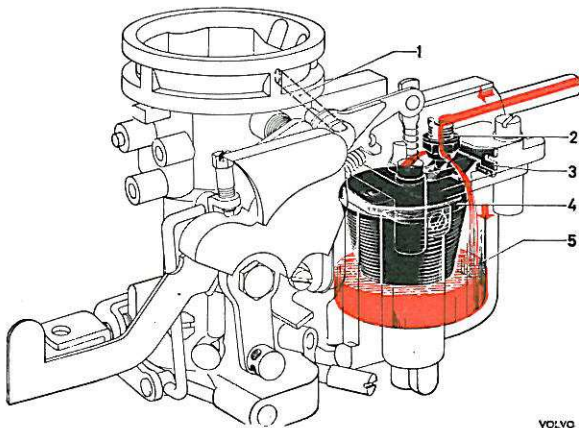

Figure 64. Système de flotteur
Le flotteur sert à maintenir l'essence dans la cuve à un niveau déterminé. Lorsque l'essence atteint ce niveau, le flotteur (4, figure 64) se déplace vers le haut, et le pointeau (2), mû par le levier du flotteur, bouche l'orifice d'entrée et coupe toute alimentation en essence. Lorsque le niveau d'essence descend, le pointeau descend également et laisse l'essence pénétrer dans la cuve suivant le processus inverse. La cuve à niveau constant est aérée par un canal (1) qui communique en haut avec la partie supérieure du carburateur. Le flotteur est en nylon et possède un bras de fixation.